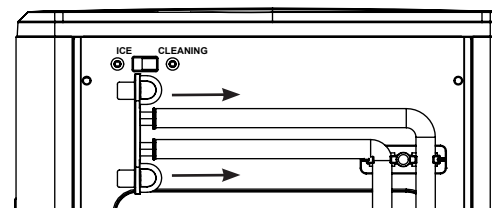

Figure 8
16. Remplacez les tubes de vidange à l'arrière. Voir figure 8.